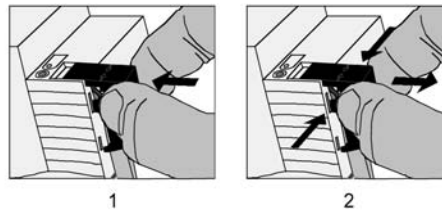

Bild 4: Abdeckkappe für Busanschluss anbringen / entfernen
- Abdeckkappe anbringen: Die Abdeckkappe wird über die Busklemme geschoben, bis sie spürbar einrastet (Bild 4).